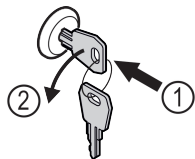

Fig. 143
- ▶ Dugja be a kulcsot. Fig. 143 (1)
- ▶ Forgassa el a kulcsot 90°-kal az óramutató járásával ellenkező irányba. Fig. 143 (2)